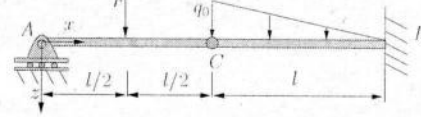

Abbildung 3.2: Balken belastet durch eine lineare Streckenlast und Einzelkraft
- 3.2) Ein Biegebalken (siehe Abb. 3.2) besteht aus zwei im Punkt C miteinander gelenkig verbundenen Trägern. Der Balken ist im Punkt A durch ein Loslager und im Punkt B durch eine feste Einspannung gelagert. Die Belastung erfolgt durch eine lineare Streckenlast mit dem maximalen Wert q_0 im Punkt C und durch eine Einzelkraft F . Gegeben sind $q_0 > 0$, $F > 0$ und l .